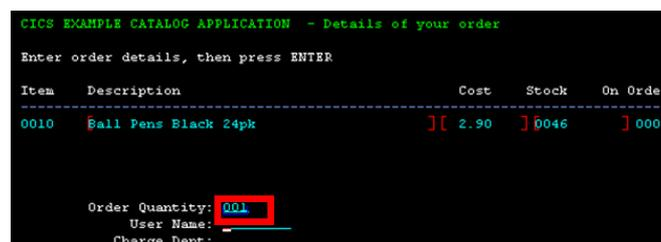

Abbildung 40
- Bewegt man nun die Maus über das Eingabefeld „*Order Quantity*“, so wird dieses wieder blau eingerahmt [_ _ _]. Ist das der Fall, so muss mit der linken Maustaste darauf geklickt werden um es als Eingabefeld für Variablen zu kennzeichnen. Wir füllen das Feld für die Anzahl mit **001** (Abbildung 40).